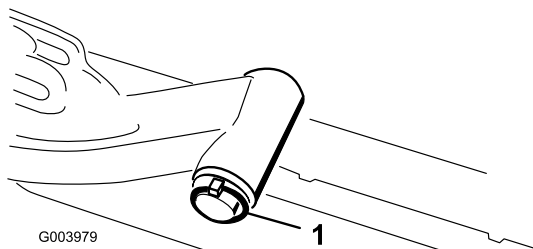

Bild 18
- A. Nehmen Sie den Klappstecker und die Scheibe ab, mit denen die Gelenkwelle des Hubarms am Hubarm befestigt ist. Schieben Sie die Gelenkwelle des Hubarms aus dem Hubarm (**Bild 18**).
- C. Setzen Sie die Hubarmwelle in den Hubarm ein und befestigen Sie sie mit der Scheibe und dem Klappstecker (**Bild 18**).